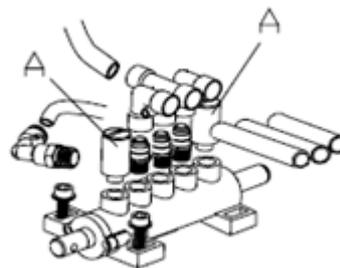

Abbildung 13
2. Lösen Sie die Ventilschalldämpfer (A), die zum Backenklemmpedal und zum Abdrückpedal gehören; (Abb. 13).